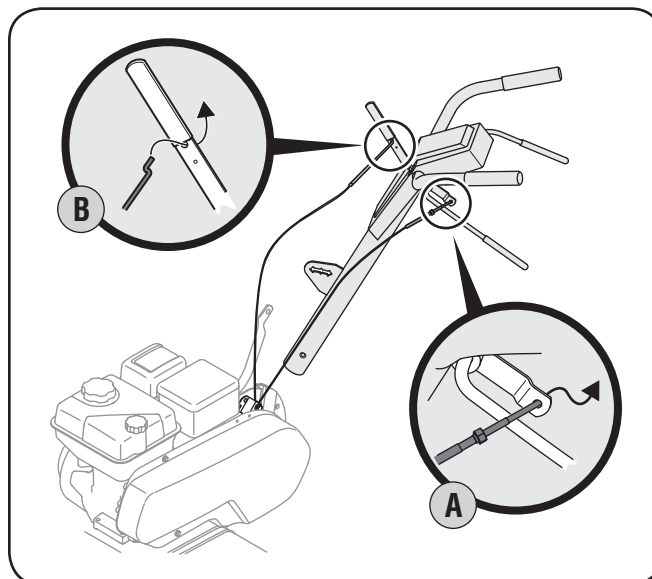

Fig. 3-2
2. Accrochez l'extrémité en Z du câble de la marche avant (A) dans la manette d'embrayage de la marche avant des dents. Voir la Fig. 3-2.
3. Accrochez l'extrémité en Z du câble de la marche arrière (B) dans la manette d'embrayage de la marche arrière des dents. Voir la Fig. 3-2.